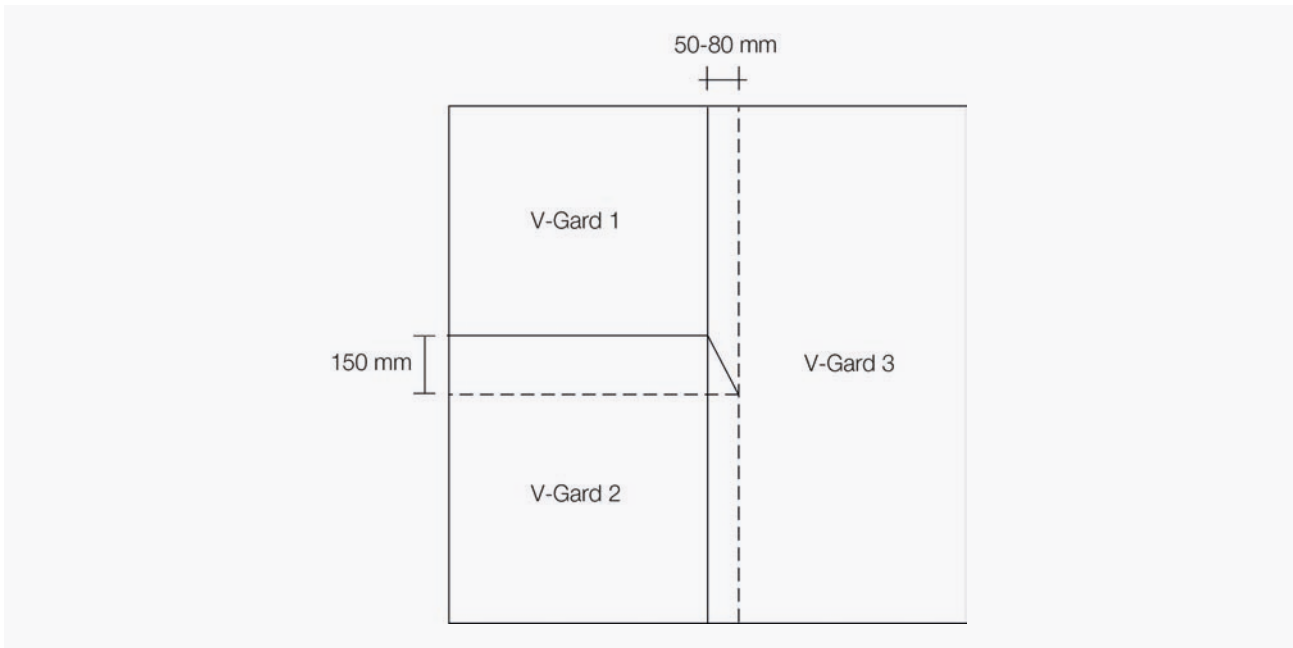

Figure 3
- Aux jonctions T, couper le lé de pare-vapeur V-Gard™ en angle à 45 ° (figure 3). Cela diminuera le risque de capillarités.